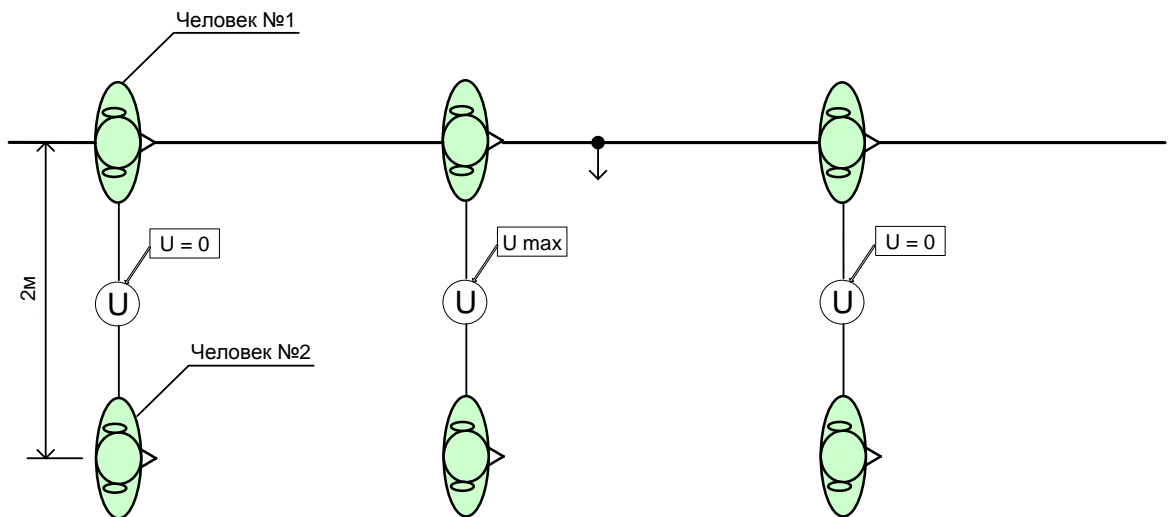

Рис. 4
4. Если идти перпендикулярно кабелю (рис.4), то над повреждением будет максимальный сигнал.